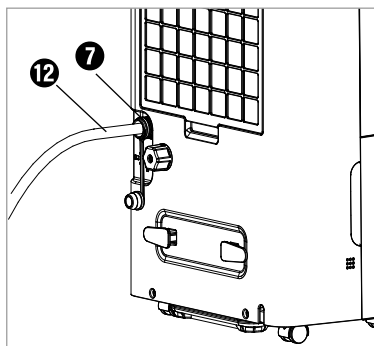

Fig. 3
- ◆ Enfilez le flexible ⑫ livré d'origine dans l'orifice de sortie d'eau ⑦ (voir figure 3).